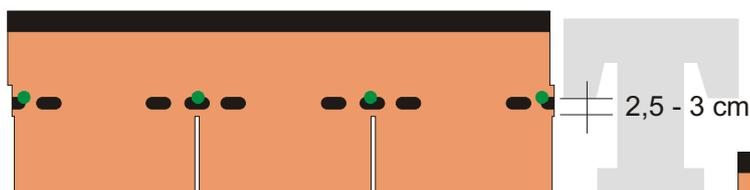

Abb. 8
**Mindestens 4 Nägel pro Schindel (siehe Abb.8).**